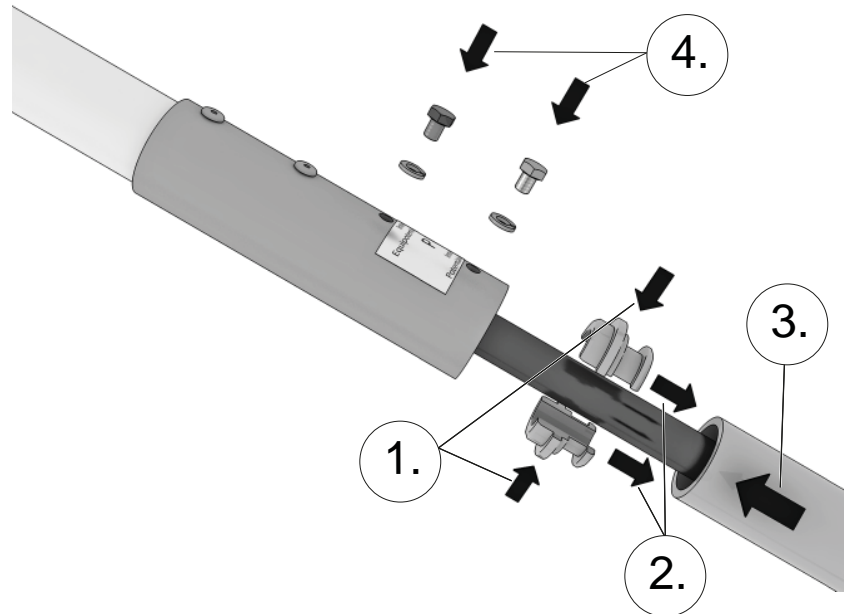
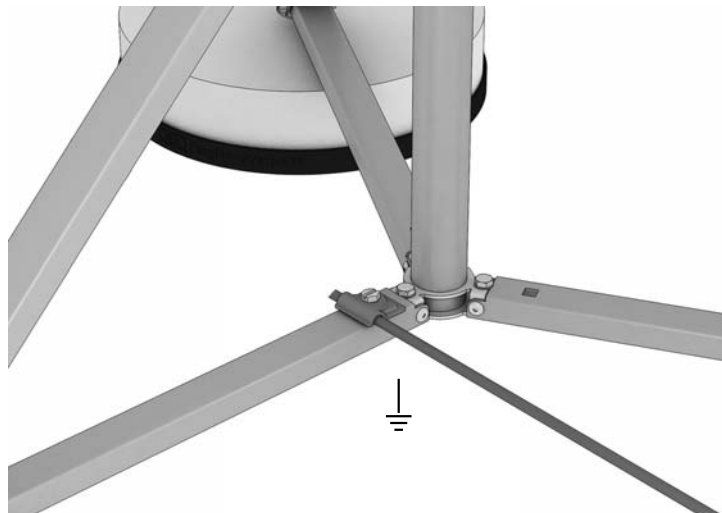

Bild 25 Potentialanschluss anbringen
Bild 32 Potentialausgleich an isolierten Fangmastständer anschließen
3. Befestigen Sie den Potentialausgleich am Rd 8-10 Überleger des Fangmasts (siehe „Bild 32 Potentialausgleich an isolierten Fangmastständer anschließen“ auf Seite 37) oder am direkt am Potentialausgleich des Fangmasts (siehe „Bild 25 Potentialanschluss anbringen“ auf Seite 34).
3. Bei einer nichtmetallischen Gebäudestruktur schließen Sie den Potentialausgleich direkt am Potentialausgleich des Fangmasts an (siehe „Bild 25 Potentialanschluss anbringen“ auf Seite 34).